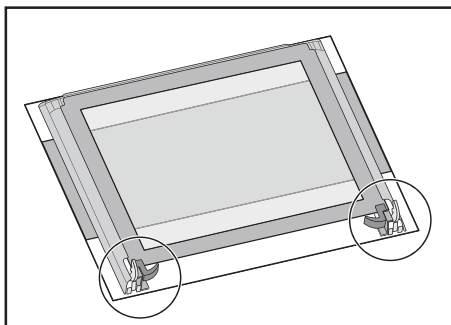

Figura 4
- 6) pentru a proteja finisajul mânerului, așezați o cârpă moale pe o suprafață stabilă (Figura 4) și puneți ușa cuptorului pe ea;